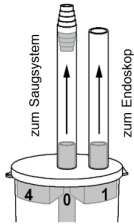

Abb. 1
1. Koble slangen fra den midtre koplingen av fellen til sugesystemet (Fig. 1).
2. Koble den ytre kontakten til endoskopet (Fig. 1).